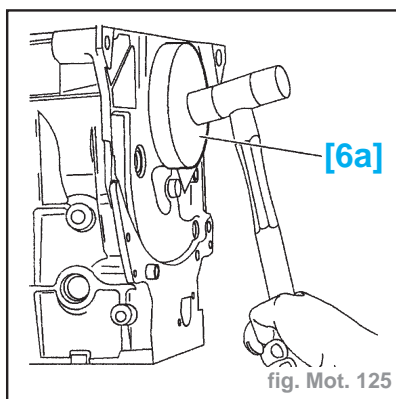

fig. Mot. 125
- l'outil [6a] (-).0188-B1 (fig. Mot. 125).